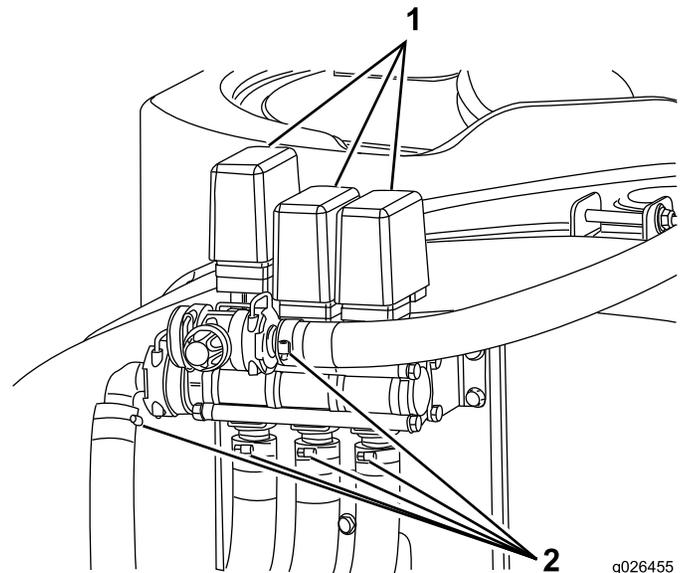

Figure 1
3. Débranchez toutes les connexions électriques et les raccords hydrauliques (Figure 1).